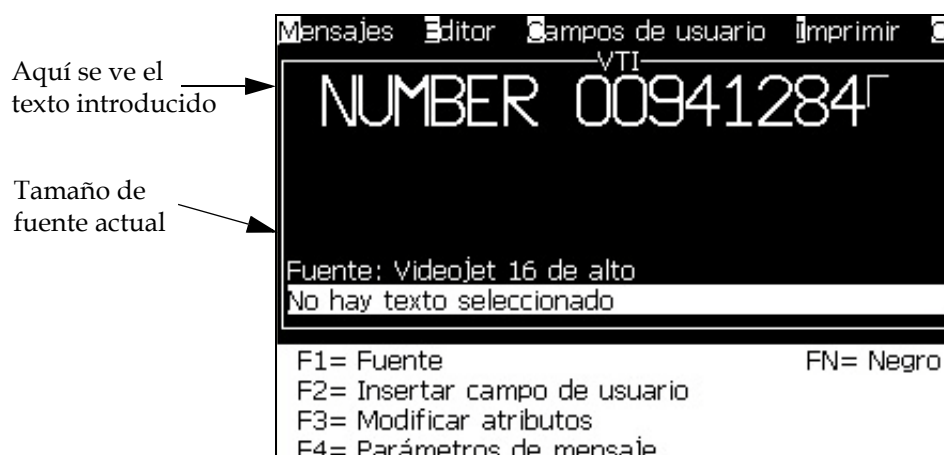

Figura 5-5: Crear nuevo mensaje
- 4 Pulse la tecla *Intro*. Aparecerá la pantalla Editor de mensajes (consulte Figura 5-5 en la página 5-26).